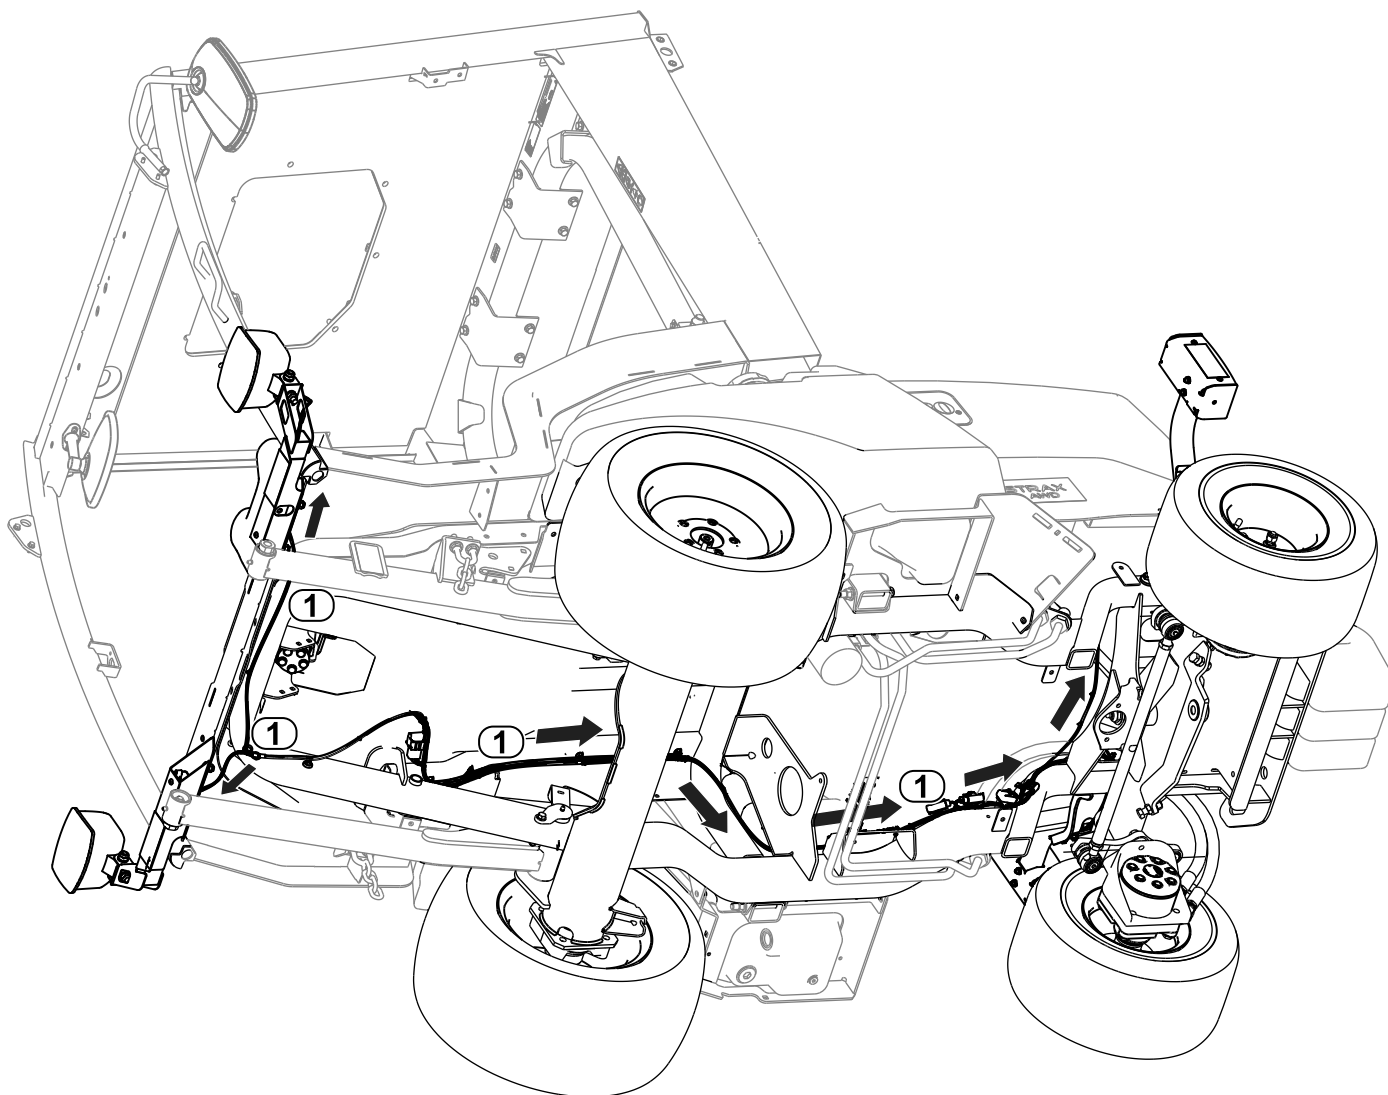

Figure 32
1. Acheminez le connecteur de faisceau étiqueté FRONT LIGHT LH (P04) jusqu'au côté gauche de la machine. Connectez le faisceau à l'éclairage (Figure 32).
2. Acheminez le connecteur de faisceau étiqueté FRONT LIGHT RH (P05) jusqu'au côté droit de la machine. Connectez le faisceau à l'éclairage (Figure 32).
3. Acheminez le connecteur de faisceau étiqueté REAR LIGHT LH (P01) jusqu'au côté arrière gauche de la machine (Figure 32).
4. Acheminez le connecteur de faisceau étiqueté REAR LIGHT RH (P02) jusqu'au côté arrière droit de la machine (Figure 32).
6. Branchez le connecteur de faisceau étiqueté REAR LIGHT LH (P01) au feu arrière (Figure 32).
7. Branchez le connecteur de faisceau étiqueté REAR LIGHT RH (P02) au feu arrière (Figure 32).